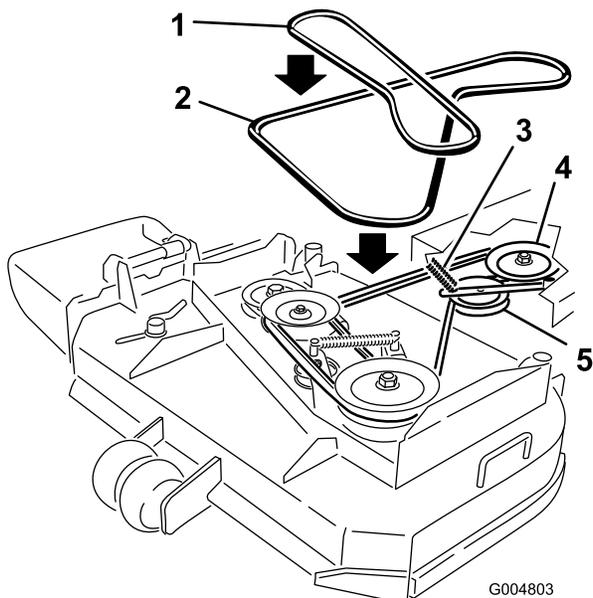

Figure 53
Reportez-vous à la Figure 53 pour enlever la courroie de la poulie gauche sur un tablier de coupe de 91 cm (36 po).
- Reportez-vous à la Figure 53 pour déposer la courroie des poulies sur le tablier de coupe de 91 cm (36 po).
Reportez-vous à la Figure 53 pour installer la courroie sur la poulie gauche sur un tablier de coupe de 91 cm (36 po).